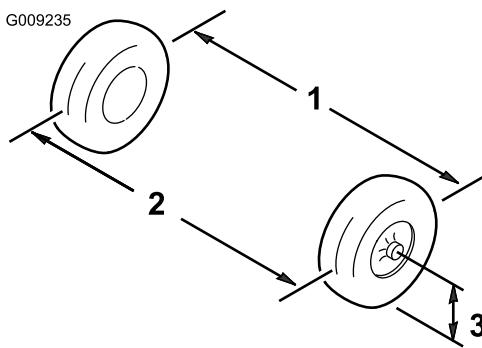

Figure 49
1. Mesurez la distance entre les roues avant à hauteur d'essieu, à l'avant et à l'arrière des roues (Figure 49).